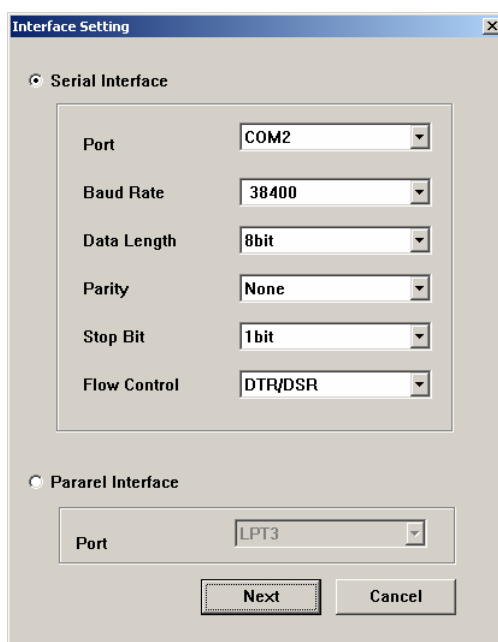

Рисунок 6 – Параметры утилиты.
- 2.10. В отобразившемся окне программы сконфигурируйте параметры (см. рис. 6) (в параметре «**Port**» необходимо указать COM-порт компьютера, к которому подключен принтер).